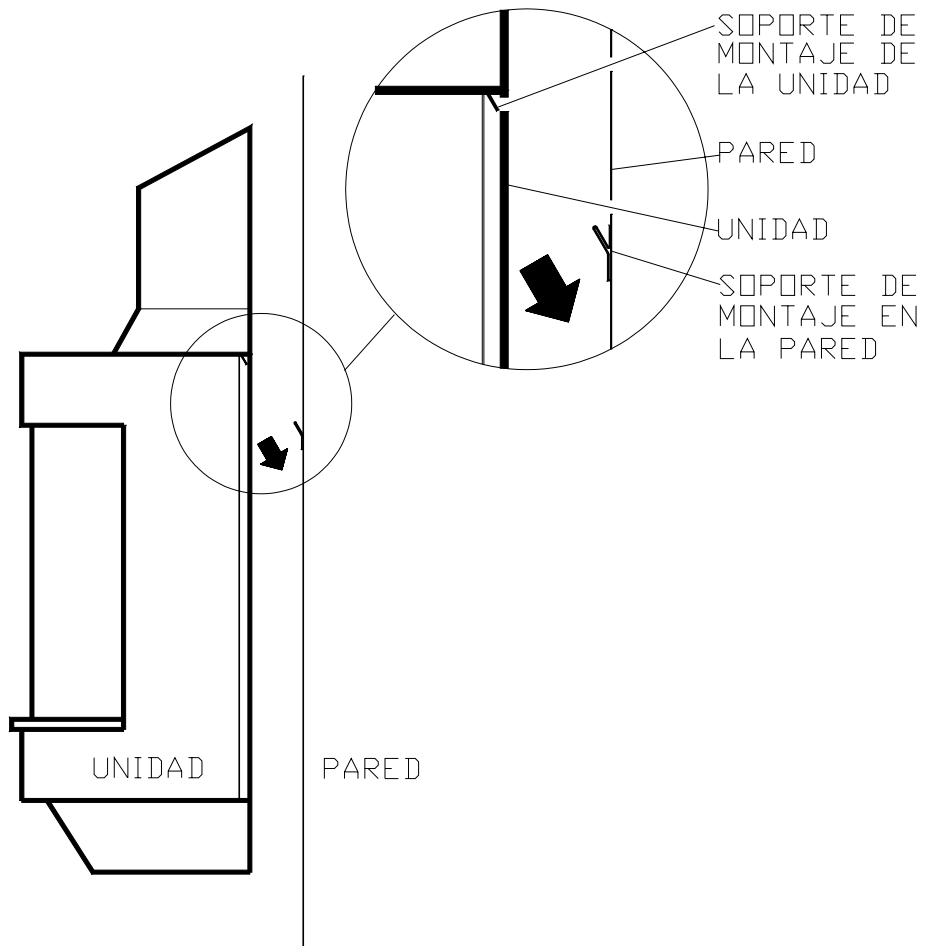

FIGURA 4
5. El soporte para montaje en la pared debe ser montado en por lo menos en uno de los postes de tabique (FIGURA 3) o en 2 postes de tabique (FIGURA 4)
7. Cuando lo instale solamente en un poste, utilice una de las tres localizaciones centrales como se indica en la FIGURA 4. Las anclas de pared deben estar instaladas en la mayoría de las otras localizaciones como se indica en la FIGURA 4.